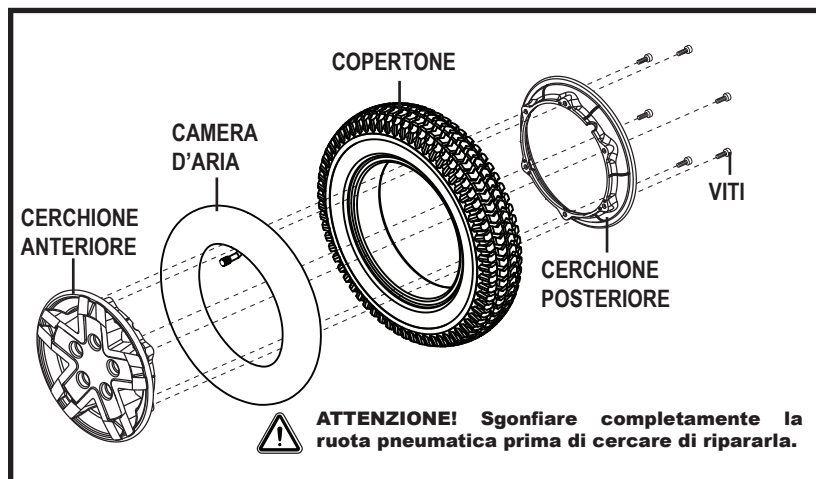

Figura 23. Ruota motrice smontata della Quantum Q4
6. Rimuovere le viti e separare i cerchioni anteriori e posteriori. **Vedere figura 23.**
10. Reinstallare i cinque (5) dadi sul mozzo e stringere.